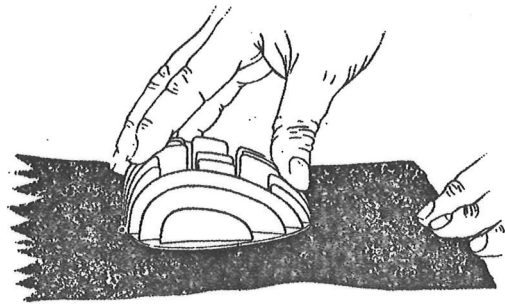

fig. 17
- het dichtvlak van de cilinderkop moet voor de montage worden opgezuiverd, zoals dit met de cilinder werd gedaan (fig. 17) en de bougie enige gangen in de kop worden geschroefd